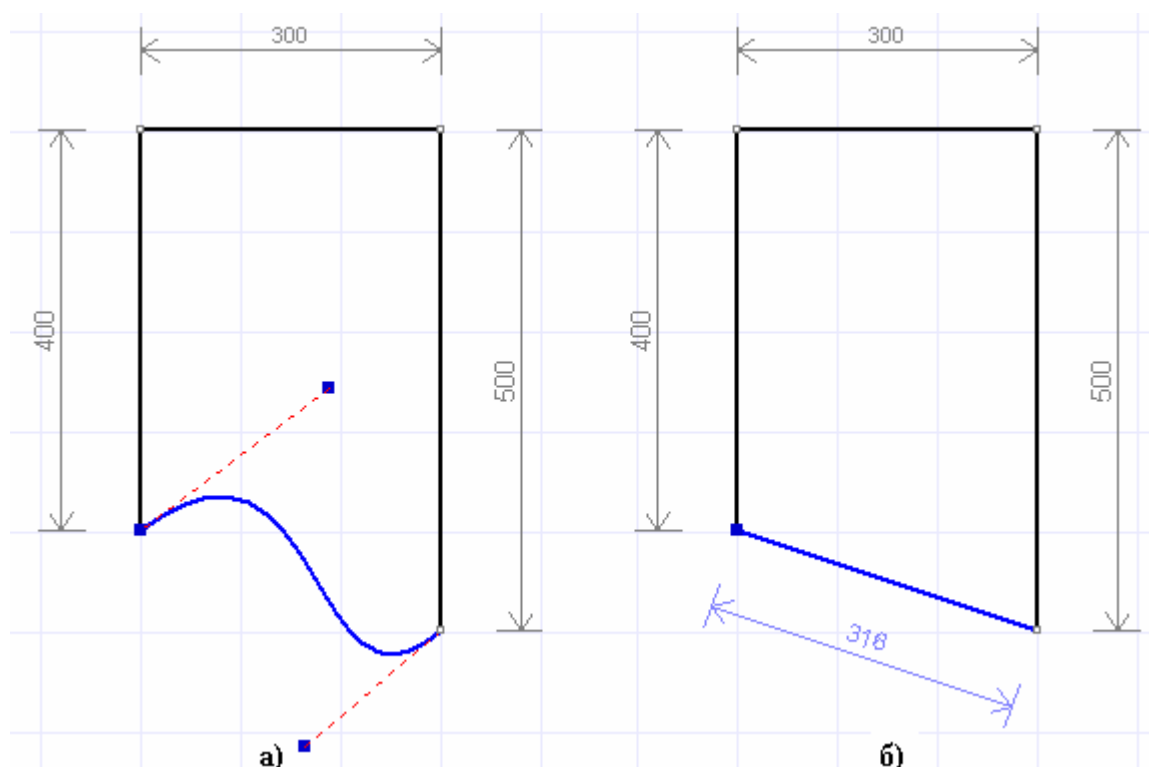

Рис. 142 Действие команды «Преобразовать в прямую»:
– **Преобразовать в прямую (Ctrl+P)**. Данная команда активна, если выделен узел и связанный с ним криволинейный отрезок. Она преобразует все отрезки, находящиеся между выделенными узлами, в прямые. Результат действия команды показан на рис. 142.